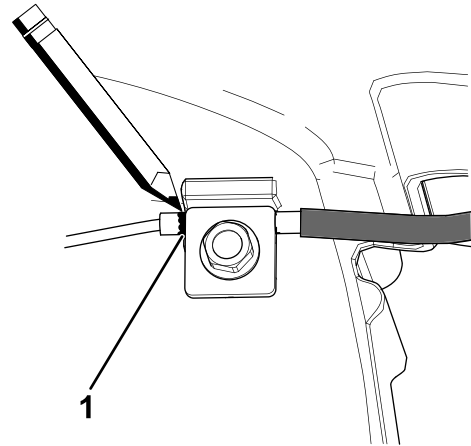
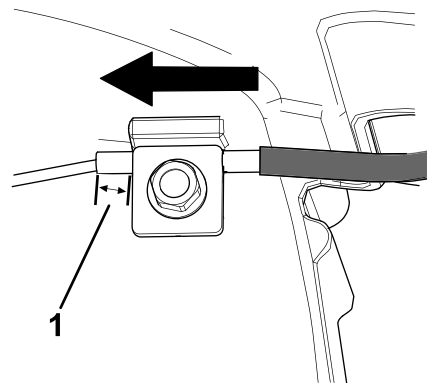

Figura 36
Figura 37
7. Marque o cabo do travão (Figura 36) e, em seguida, ajuste a manga até que exista, aproximadamente, 8 mm de folga (Figura 37).